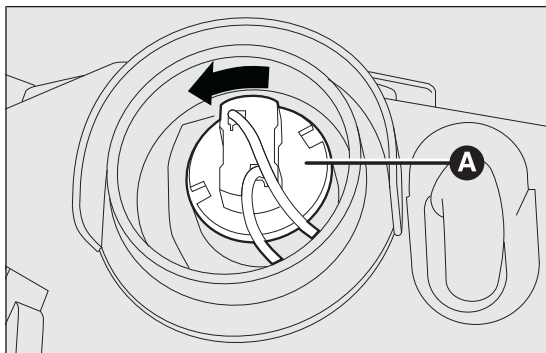

fig. 111
- tourner la douille A fig. 111 dans le sens inverse des aiguilles d'une montre et l'extraire ;